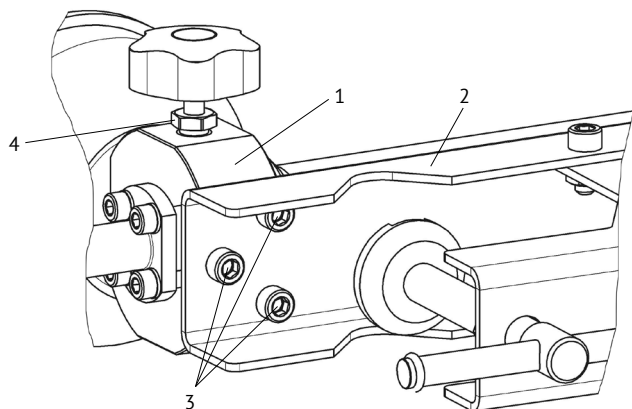

Рис. 2. Вид снизу
6.2 Присоедините трубку 2 (Рис. 2) к корпусу 1 тремя винтами 3.
7.13 Для компактной переноски пресса выверните ручки *штурвала 6*. Отсоедините *трубцину 2 (Рис. 2)* от корпуса *пресса 1*, вывернув *винты 3*.